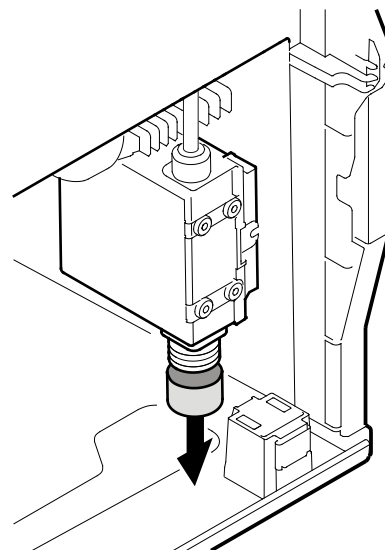

Figure 13
2. Retirer le cache du connecteur de la vanne (**Figure 13**).